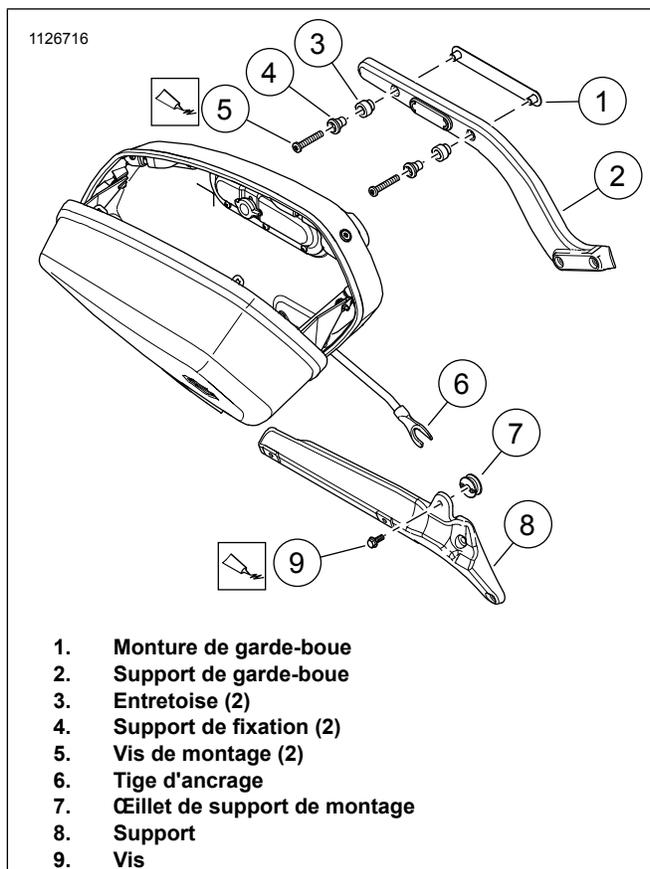
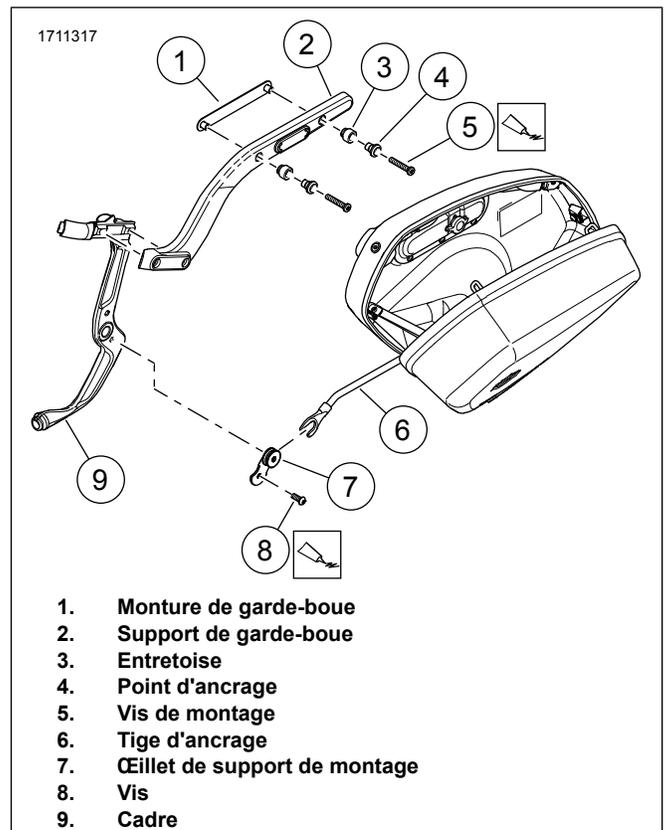

Figure 10. Sac droit
Figure 11. Sacoche gauche
1. Voir Figure 10 et Figure 11 .
- a. Glisser les supports d'ancrage coulissants (4) sur vis de montage (5).
- b. Glisser les entretoises (3) sur les vis de montage (5).
- c. Appliquer du frein-filet sur les vis de montage (5).
2. Voir la figure 10. Poser l'œillet de support de montage latéral droit.
- a. Appliquer du frein-filet sur la vis (9).
3. Voir la figure 11. Poser l'œillet de support de montage de gauche.
- a. Appliquer du frein-filet sur la vis (8).